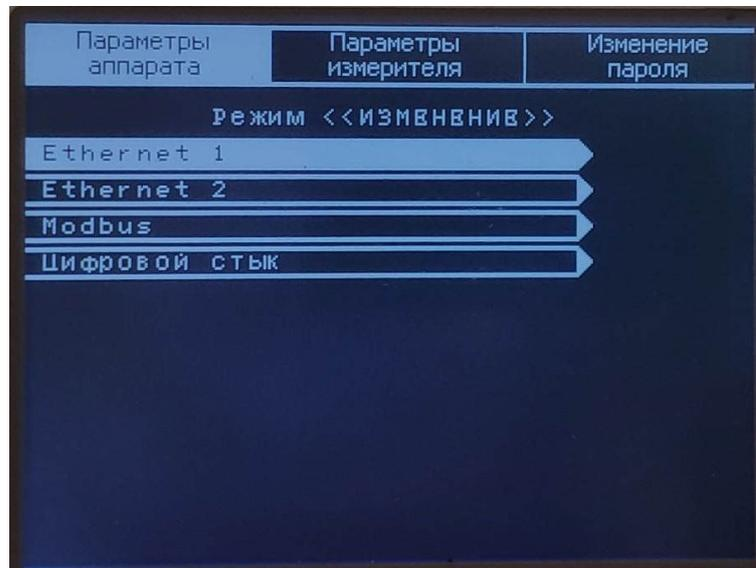

Рисунок 12 – Подраздел «Конфигурация локальных сетей»
**2.1.4. «Конфигурация локальных сетей»** - подраздел предназначен для конфигурирования параметров локальных сетей Ethernet, Modbus, «Цифровой стык» (см. рисунок 12).